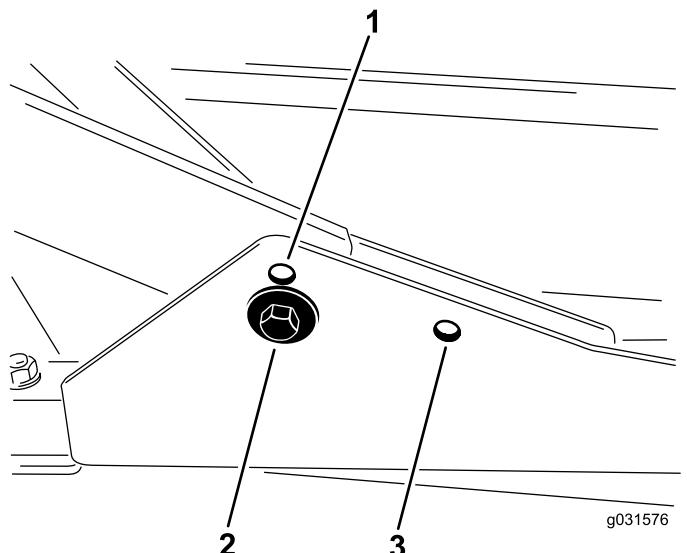

Figura 18
1. Per altezze di taglio comprese tra 2 e 7,6 cm, montate i telai portanti anteriori nei fori di montaggio anteriori inferiori (Figura 18).
- Per altezze di taglio comprese tra 6,3 e 10 cm, montate i telai portanti anteriori nei fori di montaggio anteriori superiori (Figura 18).
Per tutte le altezze di taglio, montate l'apparato di taglio posteriore nei fori di montaggio posteriori (Figura 18).